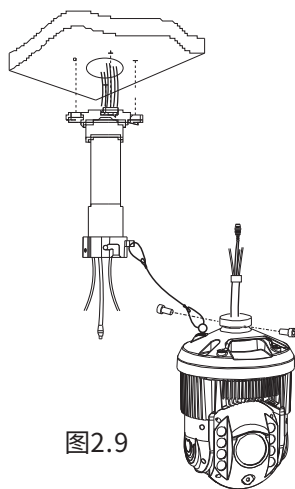

图2.9
(1) 如图2.9所示，以吊杆安装孔和出线孔为模板，在墙壁上画出打孔位置并打孔并先固定先法兰盘安装固定于墙顶，依次安装好吊杆、连接螺母、转接头。需与球机相连接的电源、网络等信号线自墙孔中穿出待连接。
(2) 在安装孔中装入M8的膨胀螺栓并紧固。